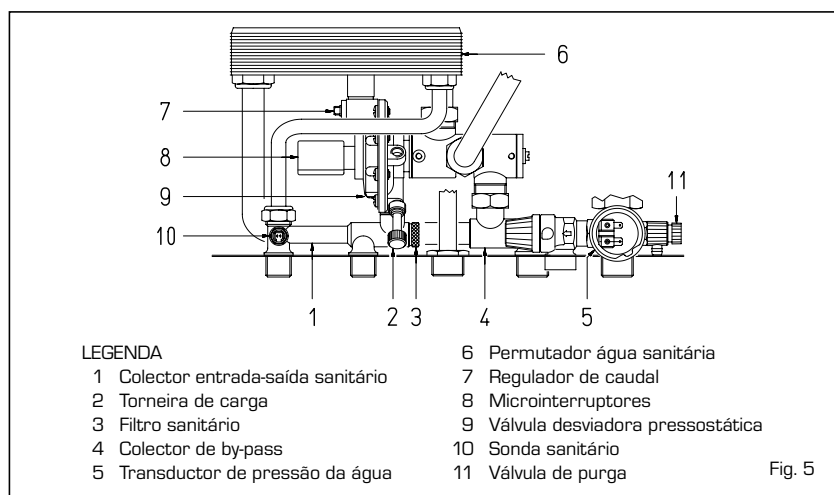

Fig. 5
- nas versões "25 BF - 30 BF" faz-se mediante a torneira da carga da válvula desviadora pressoostática (2 fig. 5).